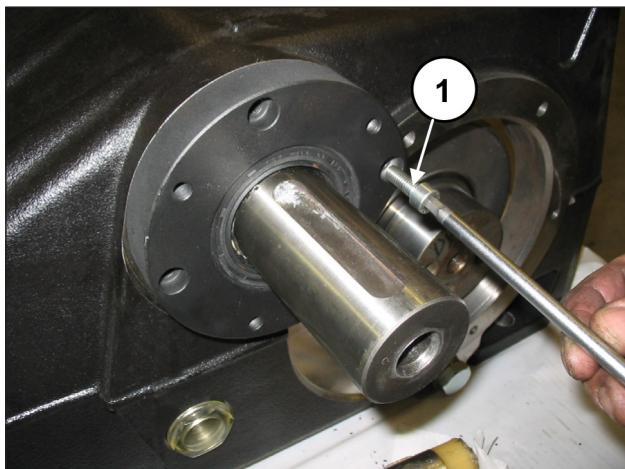

Fig. 68
Montare un primo coperchio cuscinetto PTO (destro o sinistro) completo di paraolio al carter pompa mediante l'utilizzo dell'attrezzo cod.27539500 (pos. ①, Fig. 67) e fissarlo mediante 4 viti M8x30 (pos. ①, Fig. 68).
Montare il coperchio cuscinetto PTO mancante sul carter pompa (pos. ①, Fig. 67) e fissarlo mediante 4 viti M8x30 (pos. ①, Fig. 68).